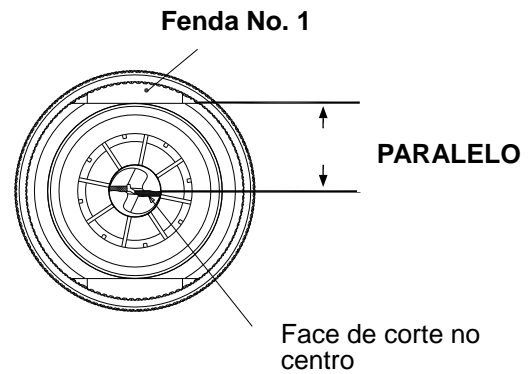

Fig. 8
- Retire o mandril girando-o no sentido anti-horário. Confirme que a face de corte no centro esteja paralela à Fenda No. 1. Caso contrário, é necessário reposicioná-la. (**Fig. 8**)